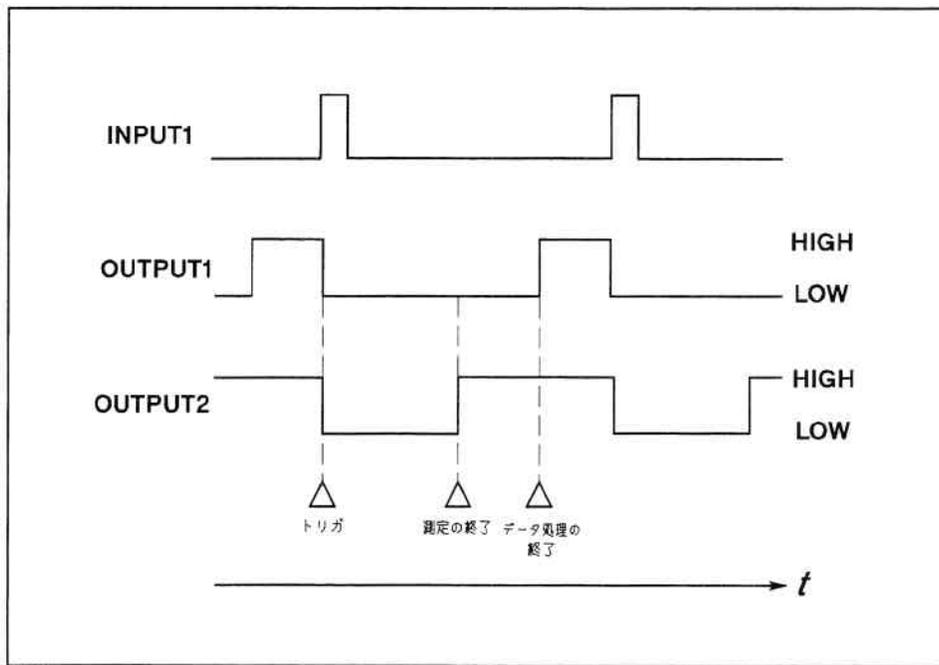

図 4-2. INPUT1, OUTPUT1, OUTPUT2 のタイミング・チャート
1. まず、INPUT1 入力時の OUTPUT1, OUTPUT2 の状態を設定します。図 4-2 より、OUTPUT1 は LOW、OUTPUT2 は HIGH に設定します。